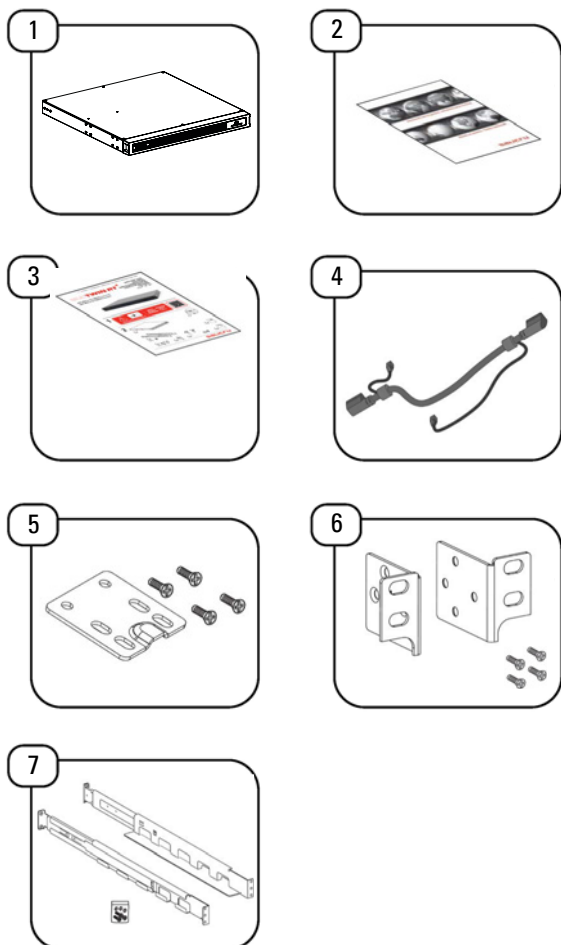

Abb. 9. Verpackungsinhalt der Batteriemodule (EBM).
2. Für die Installation des Geräts in einem Rackschrank müssen die im Lieferumfang enthaltenen Seitenführungen verwendet werden, um das Gerät zu stützen (Punkt 9, Abb. 9).
Die Batteriemodule in Reihe mit den Leistungskabeln, die über integrierte RJ45-Stecker verfügen, anschließen (Punkt 4 Abb. 9), wie in der nachfolgenden Abbildung dargestellt:
Die mitgelieferten Metallplatten (Punkt 5 der Abb. 9) verwenden, um die verschiedenen EBM an die USV bei einer Installation in Turmausführung anzuschließen, wie unten dargestellt:
⚡ Der Anschluss des Batteriemoduls an das Gerät erfolgt über einen Schlauch, der als Zubehör im Batteriemodul enthalten ist (Punkt 4, Abb. 9).